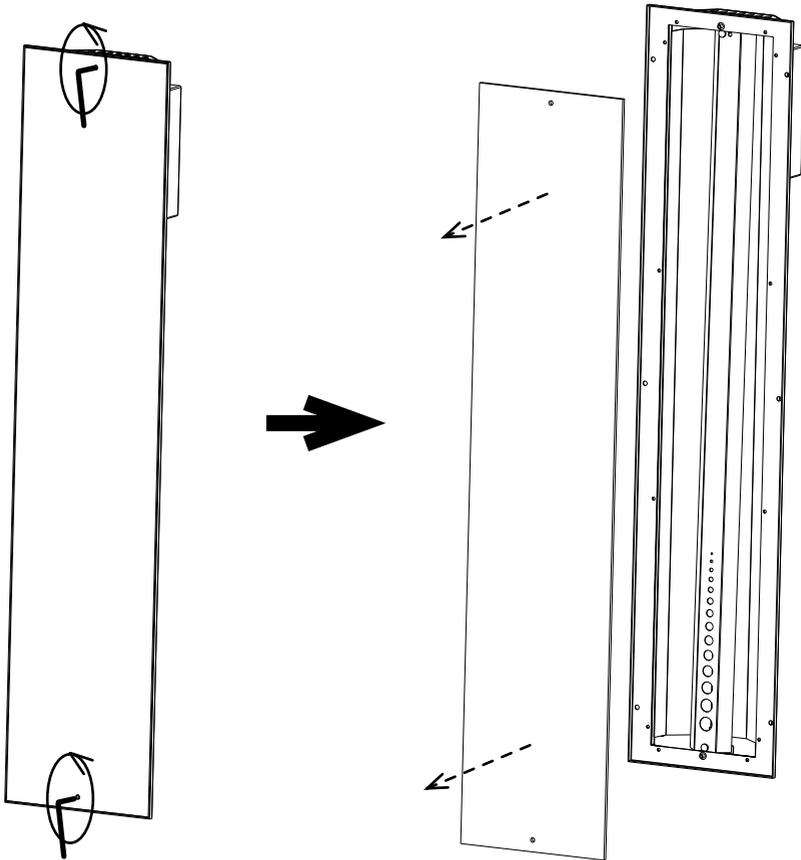

Abb. 5 Abnehmen der Glasscheibe
4. Nehmen Sie die Glasscheibe ab. Drehen Sie dazu die beiden Schrauben (oben und unten an der Glasscheibe) vorsichtig mit einem Innensechskantschlüssel heraus und entnehmen durch vorsichtiges kippen des Strahlers (oder mithilfe eines Saugnapfes) die Glasscheibe. Siehe Abbildung 5.